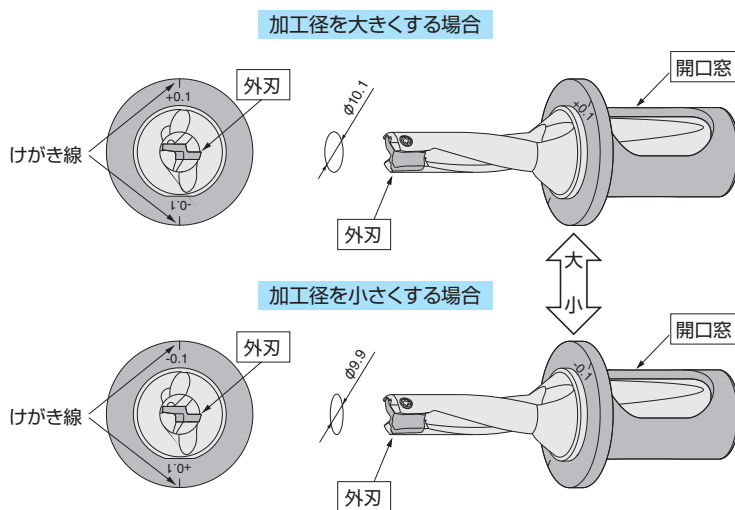

図1 加工径調整方法(φ10ドリル使用時の例)
- ① ドリルの外刃と、スリーブ端面のけがき線が垂直となる様にセットしてください。(図 1 参照)
- ② 加工径を大きくする場合は、+ 0.1 側の開口窓を、加工径を小さくする場合は- 0.1 側の開口窓を使用する様にセットしてください。(図 1 参照)